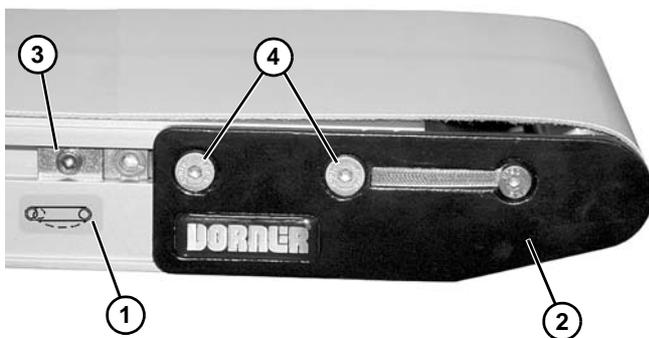

Figure 29
4. Sur l'extrémité où se trouve le tendeur de bande, identifié par  (Figure 29, élément 1) assembler en poussant la plaque de tête (Figure 29, élément 2) :
- a. Sur les deux côtés du convoyeur, desserrer et éloigner des plaques de tête les rives de guidage (Figure 29, élément 3) (si elles sont fournies).
- b. Desserrer les vis de fixation (Figure 29, élément 4) et pousser la plaque de tête vers l'intérieur.